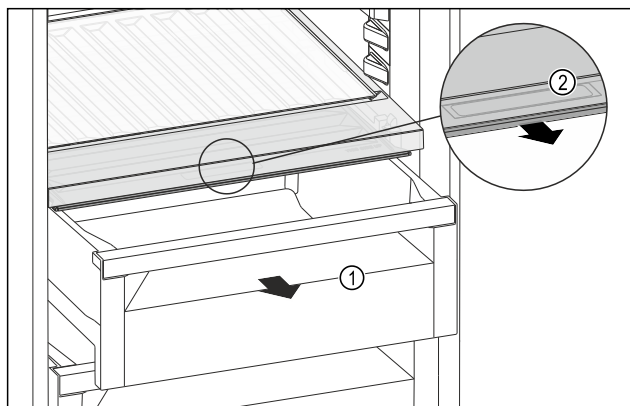

Fig. 158
- Wyciągnąć szufladę Fig. 158 (1).
- Chwycić uchwyt wpuszczany Fig. 158 (2) na pokrywie komory i pociągnąć pokrywę jednocześnie do przodu.